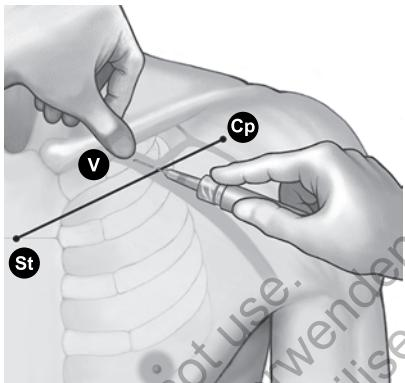

Figura 7. Ubicación del pulgar y entrada de la aguja.
4. Oprima con el pulgar sobre el dedo índice y proyecte 1-2 centímetros por debajo de la clavícula para proteger el músculo subclavio de la aguja (cuando exista hipertrofia del músculo pectoral, el pulgar deberá proyectar unos 2 centímetros por debajo de la clavícula ya que el músculo subclavio estará también hipertrofiado) (Figura 7 Ubicación del pulgar y entrada de la aguja en la página 19).